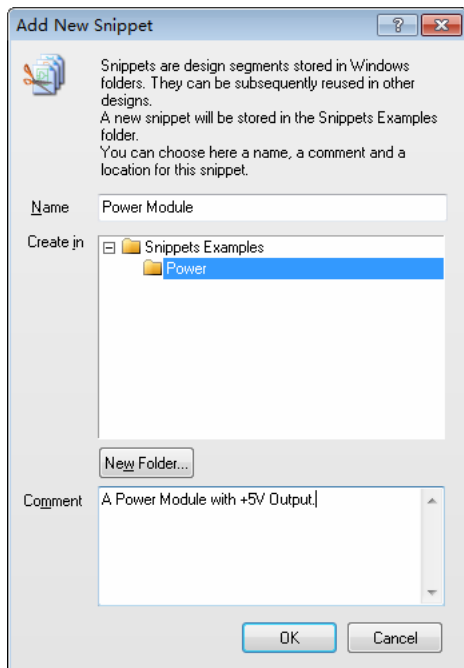

图 6-11 选择存储 Snippets 的文件夹
(4) 单击 OK 按钮返回 Add New Snippet 对话框，即可看到 Power 文件夹已经创建并成为 Snippets Examples 的子文件夹，紧接着可以在 Comment 文本框输入片段的注释信息，如图 6-11 所示。单击 OK 按钮关闭该对话框。